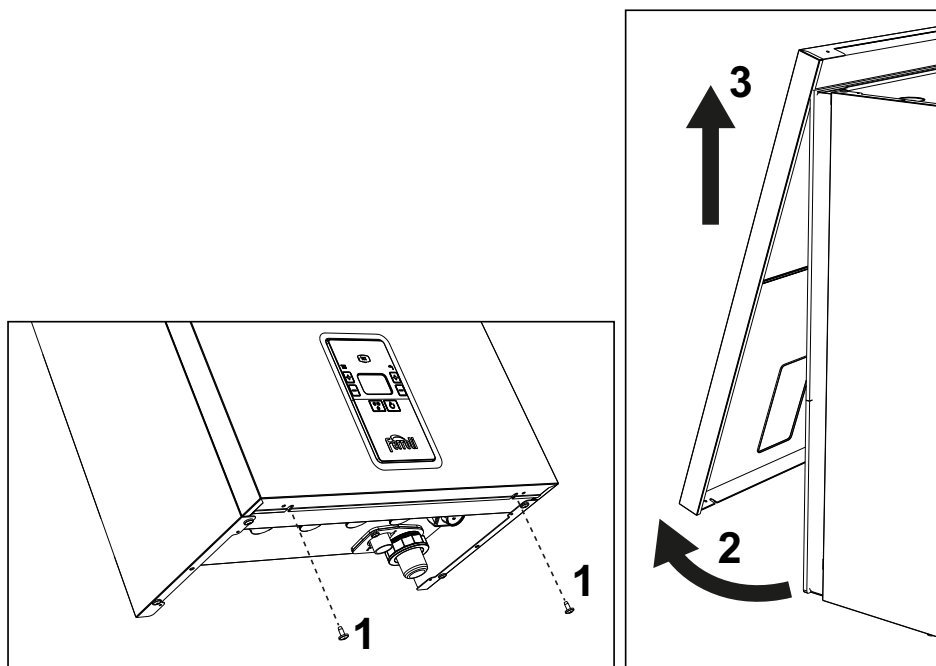

рис. 30- Открытие передней панели
1. Открутите винты "1" (см. рис. 30).